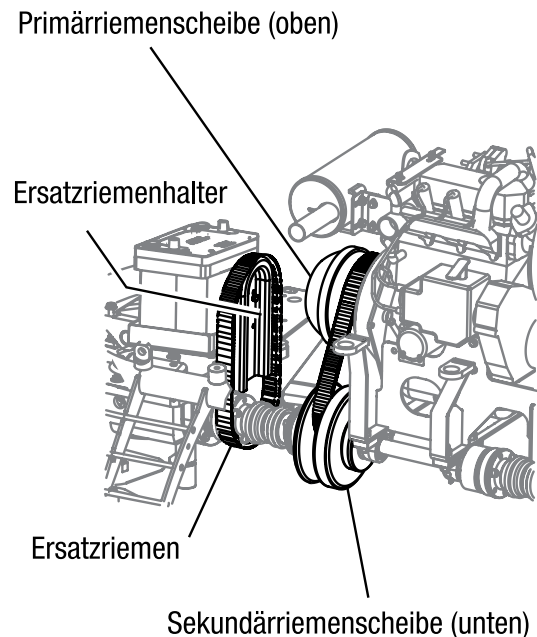
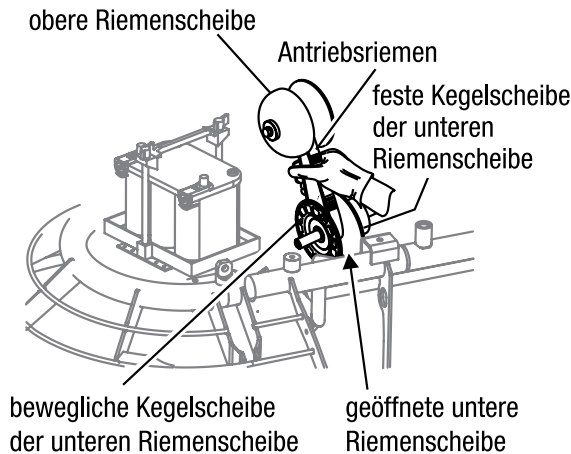

Abb. 17. Antriebsriemen, Riemenhalter und Riemenscheiben
Abb. 18. Spreizen der unteren Riemenscheibe
1. Linkes Schutzgitter abnehmen und linke Konsole öffnen (siehe Abb. 4), um zum Antriebsriemen, Ersatz-Antriebsriemen und zu den Riemenscheiben zu gelangen (Abb. 17). Riemen zusammendrücken (Abb. 18) und nach oben ziehen. Dies drückt die beiden Seiten der unteren Riemenscheibe auseinander.